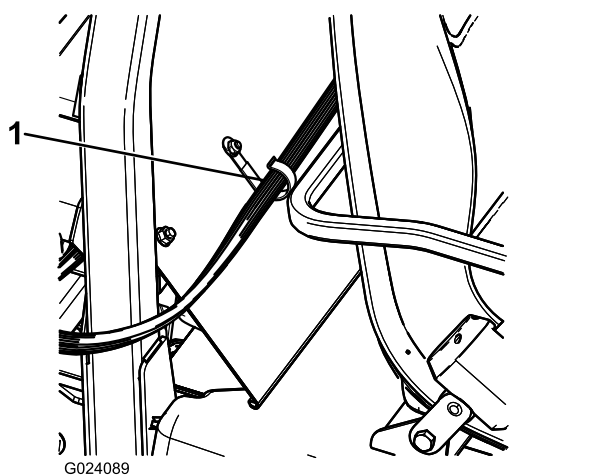

Figura 22
2. Instalezi o clemă J în spatele scaunului pasagerului (Figura 22) folosind un urub ($\frac{1}{4} \times \frac{1}{2}$ ") i o piuliță cu guler ($\frac{1}{4}$ ").
3. Fixezi cablajul consolei de comandă pe consolă i pe înveliul ROPS folosind clemele J (Figura 22).